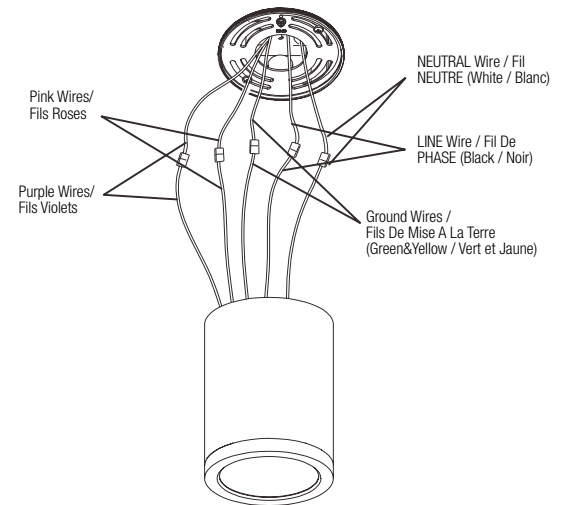

Fig. 1c
3. Make electrical connections between the luminaire and junction box wires as shown in Fig. 1c. Push the wires into the junction box through the central hole of the Universal Spider Adaptor Plate.
3. Effectuer les connexions électriques entre le luminaire et les fils de la boîte de jonction comme indiqué sur la Fig. 1c, Pousser les fils dans la boîte de jonction par le trou central de la plaque adaptateur à débouchures universelles.